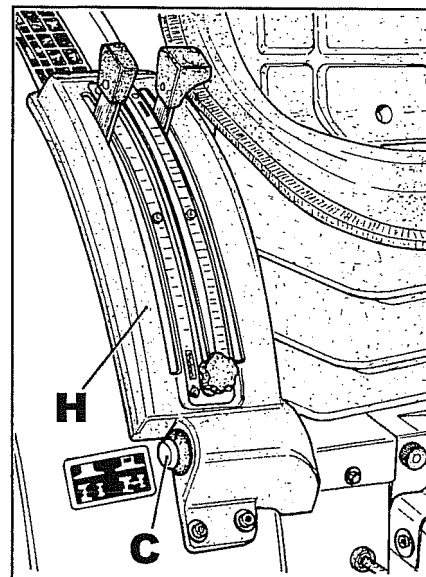

Fig. 2
Vérifier ensuite si le magnétisme est annulé aussi bien en actionnant les pédales de frein jumelées qu'en appuyant sur le bouton des 4RM **C** fig. 2. Dans l'affirmative cela signifie que le problème sur l'électrovanne est de type hydraulique (voir paragraphe correspondant).
- 10 Desserrer, sur le garde-boue, la protection **H** fig. 2 des leviers de commande du relevage, puis dévisser la bague de fixation du bouton **C** des 4 roues motrices.